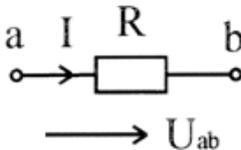

Рис. 1.1. Участок цепи
*Закон Ома для участка цепи* между зажимами  $a$  и  $b$  (рис. 1.1) позволяет найти ток  $I$  участка по разности потенциалов  $U_{ab} = \varphi_a - \varphi_b$  и сопротивлению  $R$  этого участка: